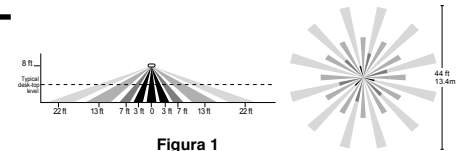

Figura 1
- El área de cobertura de ocupación podría superar las distancias de detección que se muestran en la Figura 1 o estar por debajo de ellas, debido a posibles obstáculos presentes en el área de cobertura, como muebles o divisiones.